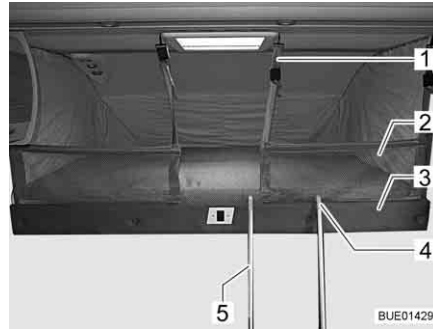

Fig. 125 Lit escamotable avec filet de sécurité tendu
Quand il y a un filet de sécurité (Fig. 125,2), ce dernier se trouve sous le matelas du lit escamotable avec les sangles de sécurité. Ne tendre le filet de sécurité qu'une fois que les personnes se trouvent dans le lit escamotable.
- Suspending les sangles de sécurité (Fig. 125,1) aux crochets situés au plafond.
- Accrocher l'échelle à marches (Fig. 125,5) à la barre-pognée (Fig. 125,3) du lit escamotable à l'aide des deux étriers (Fig. 125,4).